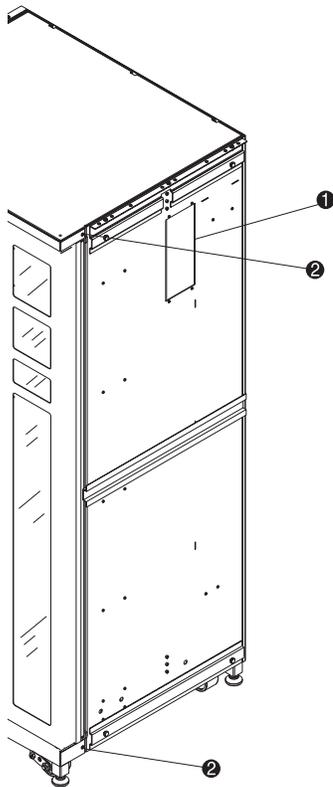

Figura 2-2. Posizioni dei fori delle viti di fissaggio dei pannelli di copertura
4. Rimuovere i pannelli di accesso al PTM ❶ sui lati sinistro e destro delle librerie (vedere la Figura 2-2).
- ❶ Pannello di accesso al meccanismo PTM
- ❷ Fori delle viti di fissaggio del pannello di copertura
5. Rimuovere le viti esistenti (❷ Figura 2-2) e installare quattro viti nuove (N/P 0615079) nelle due librerie da collegare. Non serrare, lasciare mezzo centimetro di spazio tra la rondella SEM e gli elementi di finitura.